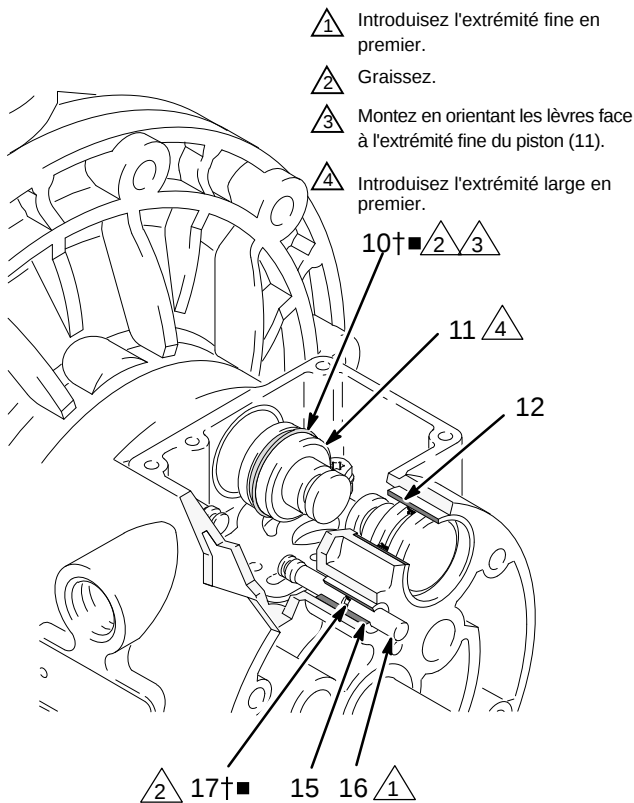

FIG. 8
4. Sortez les deux pistons d'actionnement (11) des coussinets (12). Retirez les joints en coupelle (10) des pistons. Sortez les axes de commande (16) des coussinets (15). Retirez les joints toriques (17) des axes de commande. Consultez Fig. 8.
6. Examinez les coussinets (12, 15) en place. Consultez Fig. 8. Les coussinets sont cintrés et, s'ils sont endommagés, doivent être retirés par l'extérieur. Pour cela, il est nécessaire de démonter la partie fluide. Voir page 22.
4. Placer un joint torique (17) sur chaque tige de commande (16). Graissez les axes et les joints toriques. Insérez les axes dans les coussinets (15), extrémité **fine** en premier. Consultez FIG. 8.
5. Installez un joint en coupelle (10) sur chaque piston d'actionnement (11), en orientant les lèvres des joints vers l'extrémité **fine** des pistons. Consultez FIG. 8.
6. Lubrifier les joints en coupelle (10) et les pistons d'actionnement (11). Insérez les pistons d'actionnement dans les coussinets (12), extrémité **large** en premier. Laissez l'extrémité fine des pistons exposée. Consultez FIG. 8.